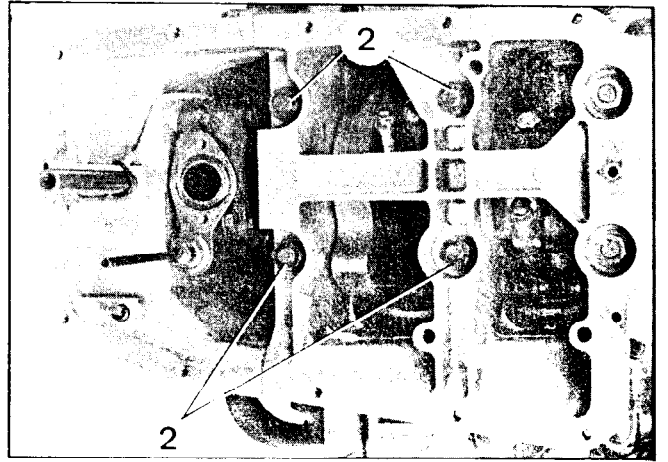

Abb. 2
- Vier Muttern (2) der Kurbelwellenlager (Abb. 2).